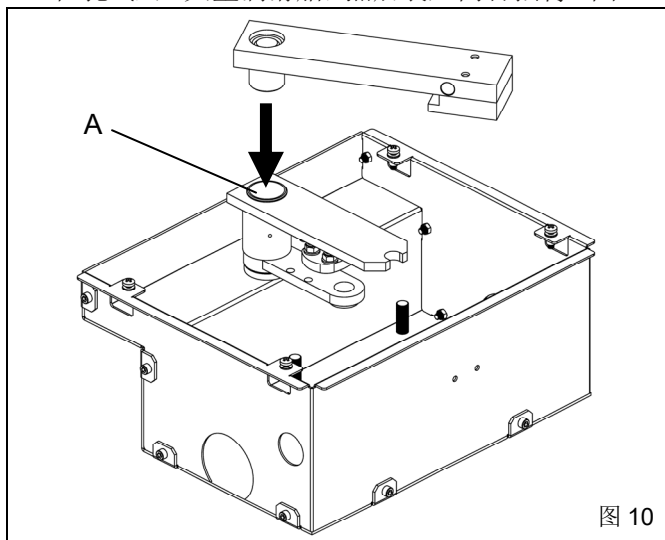

图 10
2.6. 在孔A注入大量润滑脂，然后装入离合摆臂（图10）。